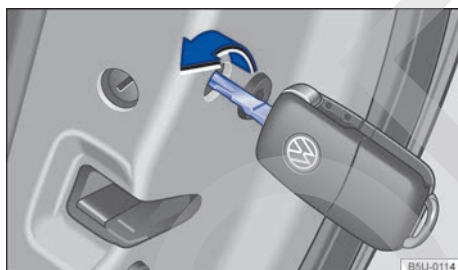

Fig. 154 Cierre de emergencia del vehículo con la llave del vehículo.
- Introducir la varilla de la llave en la hendidura → fig. 154 y girarla en sentido horario (hacia adentro del vehículo) hasta el tope.